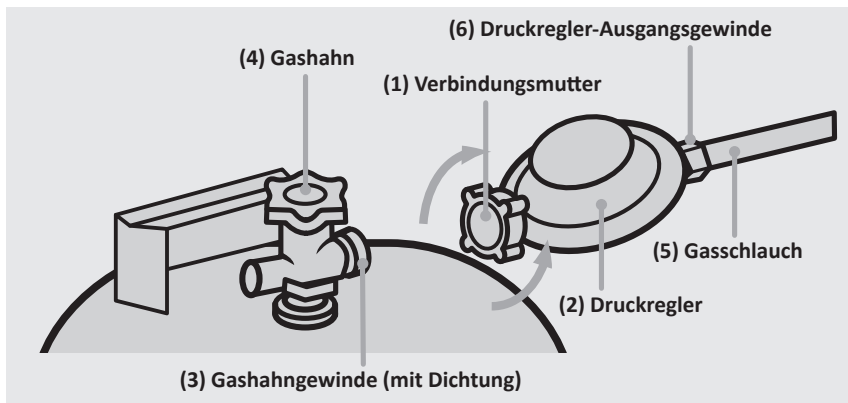

Abb.1: Montage des Druckreglers
2. Verbinden Sie den Druckregler mit der Gasflasche, indem Sie die Verbindungsmutter (1) des Druckreglers (2) durch Linksdrehung (von Hand) auf das Gashahngewinde (3) schrauben (siehe Abb. 1).
4. Verbinden Sie den Druckregler mit der Gasflasche, indem Sie die Verbindungsmutter (siehe Abb.1, Nr.1) des Druckreglers (siehe Abb.1, Nr.2) durch Linksdrehung (von Hand) auf das Gashahngewinde (siehe Abb.1, Nr.3) schrauben (siehe Abb. 1).